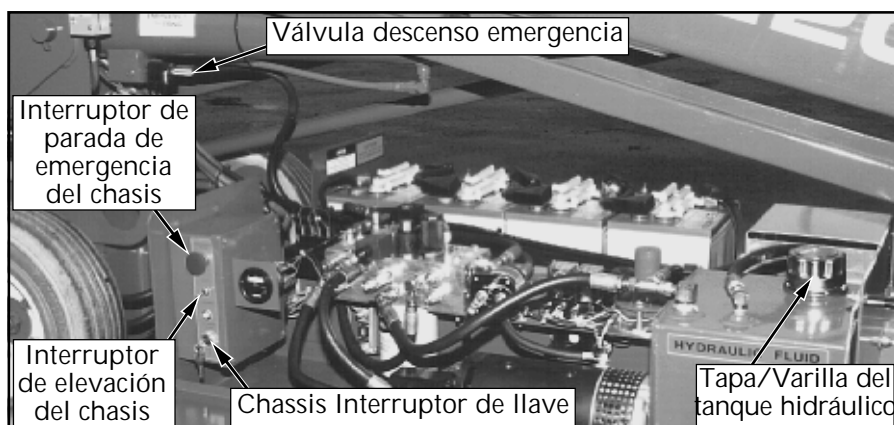

Figura 1: Chasis, lado izquierdo
9. Tirar hacia afuera los interruptores de parada de emergencia de la plataforma y del chasis para que queden en ENCENDIDO (ON) (Figura 1 ó 2).
10. Girar el interruptor de llave (Figura 1) a **CHASIS (CHASSIS)**.
11. Empujar el interruptor de elevación del chasis (Figura 1) a la posición **ELEVACION (LIFT)** y elevar la plataforma totalmente.
14. Tirar hacia afuera de la válvula de descenso de emergencia (Figura 1) para probar si el funcionamiento es correcto. Después que la plataforma esté totalmente abajo, cerrar la válvula soltando la perilla.
15. Girar el interruptor de llave del chasis (Figura 1) a la posición **SUELO (DECK)**.
19. Tirar hacia afuera del botón de parada de emergencia a la posición ENCENDIDO (ON).
La perilla de la válvula de descenso de emergencia está ubicada en la base del cilindro de elevación (Figura 1).